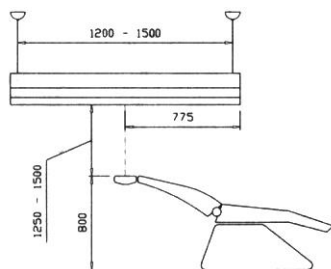

Рис. 3
- Сделайте 2 отверстия в потолке на расстоянии 1200-1500 мм друг от друга. Местоположение светильника рекомендуется выбирать в соответствии с положением стоматологической установки (см. рис. 3).